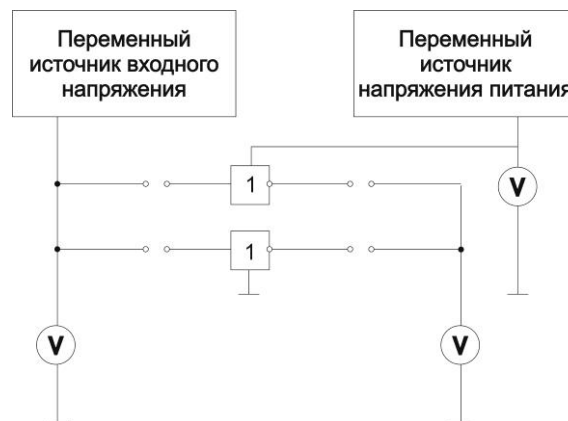

Рисунок 5.2- Схема для вимірювання статичних параметрів
1. Використовуємо стенд. Схема представлена на рис.5.2. Встановити дві перемички, підключивши вхідну і вихідну лінії першої мікросхеми до вольтметра.